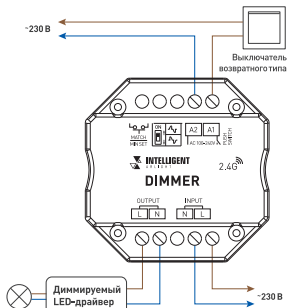

Рис. 1. Схема подключения диммера
3.2. Подключите диммер согласно схеме на рис. 1.